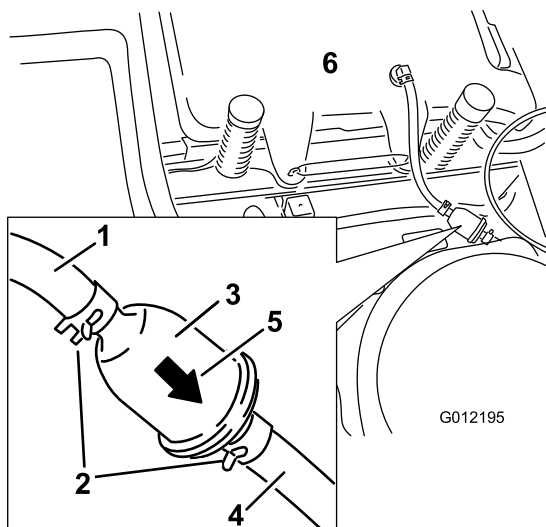

Figura 35
4. Premete le estremità delle fascette stringitubo ed allontanatele dal filtro (Figura 35).
6. Montate un nuovo filtro con la freccia della direzione del flusso proveniente dal serbatoio del carburante e rivolta verso il motore. Spostate le fascette stringitubo in prossimità del filtro (Figura 35) per bloccarlo.